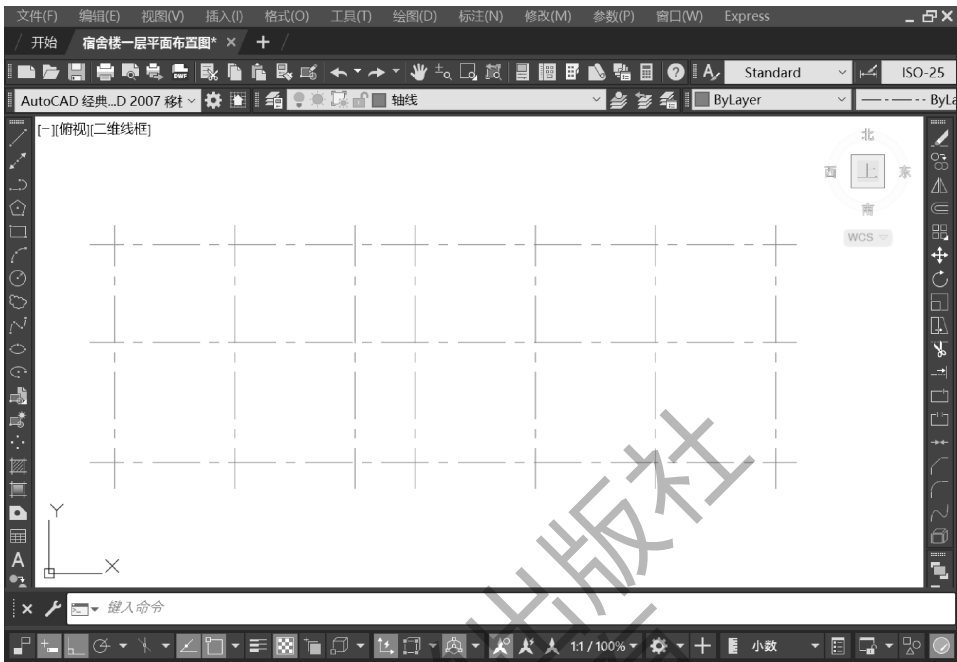

图 3-18 绘制 2~7 轴线
(1) OFFSET 指定偏移距离或【通过(T)/删除(E)/图层(L)】<通过>:在提示下,输入“8000”后按 Enter 键,表示 2~1 轴线间偏移距离为 8 000 mm。
(2) 在选择要偏移的对象或【退出(EX)/放弃(U)】<退出>:在提示下,单击选择 A 轴线。
(3) 在指定要偏移的那一侧上的点或【退出(E)/多个(M)/放弃(U)】<退出>:在提示下,在 1 轴线右侧任意位置处单击,则生成 2 轴线。
(4) 按 Enter 键结束【偏移】命令。
(5) 用相同的方法生成 3~7 轴线,如图 3-18 所示。